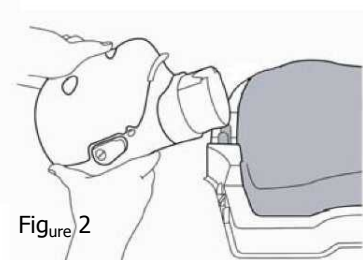

Figure 2
2. Fixez la tête sur le torse en plaçant la partie « cou » de la tête sur les deux broches de la partie « cou » du torse (Figure 2).